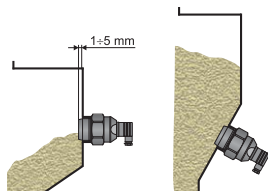

Рис. 1: Установка датчика с помощью наварыша
- Рекомендуемый монтаж датчика **на наклонной или боковой стенке** резервуара с помощью наварыша с резьбой G1 1/2" показан на рис. 1. Передняя поверхность датчика выступает над внутренней стенкой на 1 - 5 мм.